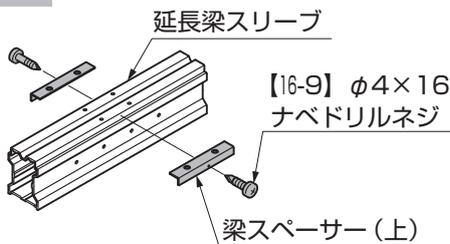

図2-3
①梁スペーサー(上)を延長梁スリーブに【16-9】で取付けてください。(図2-3参照)